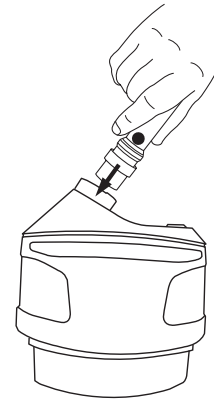

Fig. 13a
- Inserte el indicador de flujo de aire TR-970 en la salida de la unidad de motor/ventilador TR-300. Si el tubo de respiración está en su lugar debe quitarlo para permitir la inserción del indicador de flujo de aire (Fig. 13a).